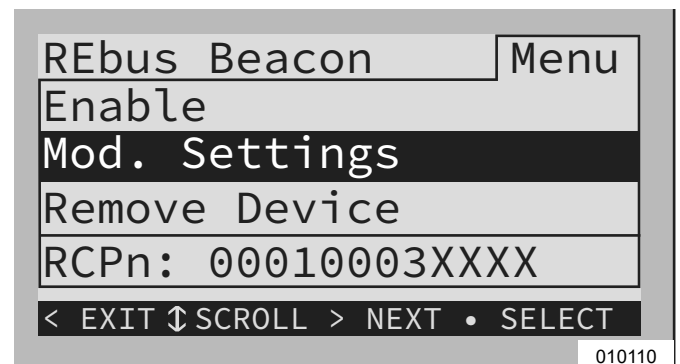

Figura 6-12. Configuración del programa TOU (2 de 4)
- Consulte la Figura 6-12. Use las flechas hacia arriba y hacia abajo para resaltar Mod. Settings y presione el botón central para ingresar al menú de ajustes.